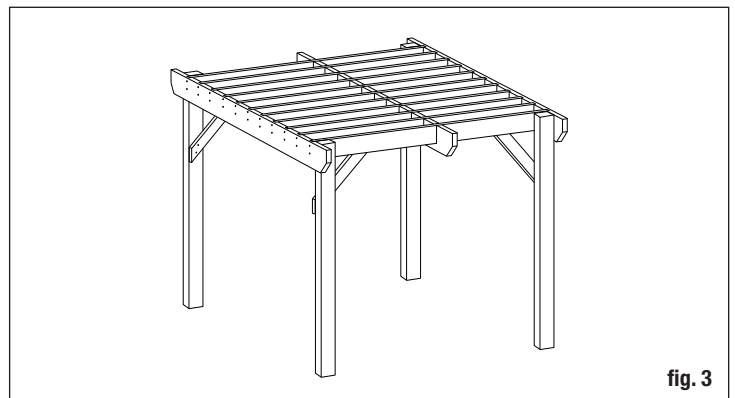

fig. 3
**Step 4:** Secure each rafter with two 2-7/8" HeadLok screws, drilled through the header, into each end of the rafter. **Do not overtighten.** Measure to find the center of the rafters and lift the center brace into place. Secure through the predrilled holes using the 5 - #10 x 3" screws (fig. 3). Fasten the four cross braces to the rafters and 4x6 posts using #8 x 3" deck screws.
**Paso 4:** Sujete cada viga con dos tornillos HeadLok de 2-7/8", atornillados a través del cabezal y en cada extremo de la viga. No apriete demasiado. Use la cinta métrica para encontrar el centro de las vigas y levante el soporte central a su sitio. Sujete a través de los agujeros pretaladrados usando los 5 tornillos #10 x 3" (fig. 3). Sujete los cuatro soportes transversales a las vigas y a los postes de 4x6 usando tornillos para terraza #8 x 3".